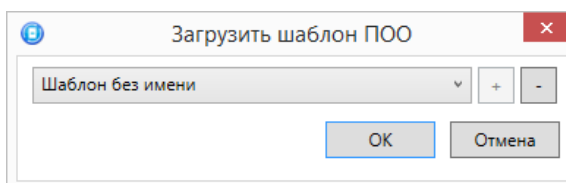

Рисунок 4.41 — Окно *Загрузить шаблон ПОО*
- *Загрузить шаблон настроек:* открытие окна *Загрузить шаблон ПОО* (см. рисунок 4.41), с помощью которого может быть сконфигурирован контроллер по предварительно созданному шаблону. Для того чтобы применить шаблон, выберите его в списке и нажмите кнопку *ОК*. Для того чтобы удалить один из сохраненных шаблонов, выберите его в списке и нажмите кнопку .